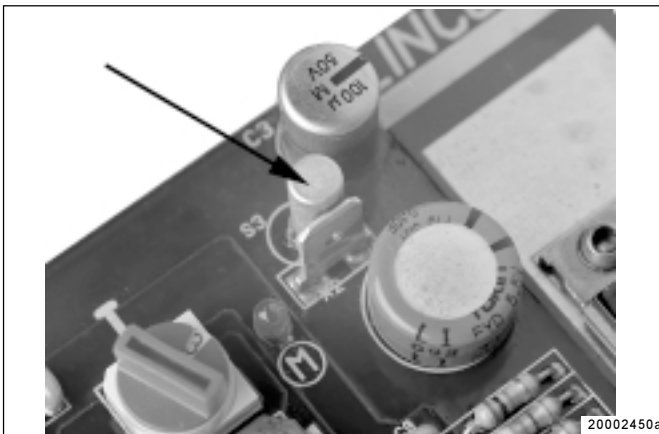

Abb. 5: - Erschütterungssensor gezeigt
- Exaktes Erfassen der reinen Fahrtzeit durch einen Erschütterungssensor (Abb. 5), der alle Fahrbewegungen erfaßt.
- Im Vergleich zum Zugfahrzeug ist an Anhängern / Sattelanhängern, die zur Betriebszeiterfassung des Fahrzeugs eingesetzte Klemme 15 (Fahrtschalter bzw. Maschinenkontakt) nicht vorhanden. Diese Aufgabe übernimmt der im Steuergerät integrierte Erschütterungssensor (Abb. 5)